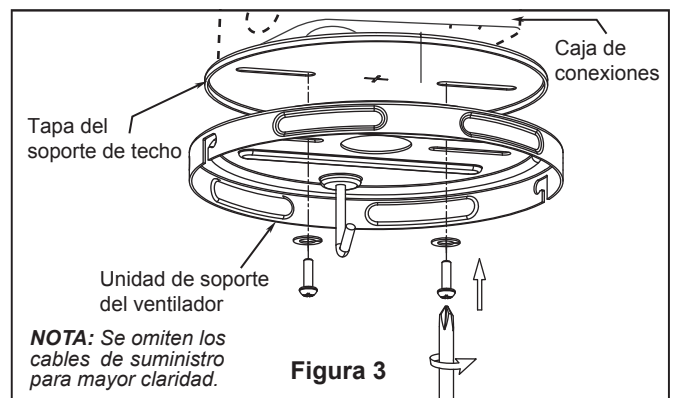

Figura 3
Uso del soporte (Figura 3)
2. Usando los tornillos de la caja de conexiones del techo y las arandelas planas, fije con firmeza la tapa de soporte del techo con la unidad de soporte de techo en la caja de conexión de techo tal y como se muestra. (Figura 3)
3. Extraiga uno de los tres tornillos del ensamble de la placa de iluminación y guárdelos para paso 5. Afloje levemente los otros dos tronillos. (Figura 3)